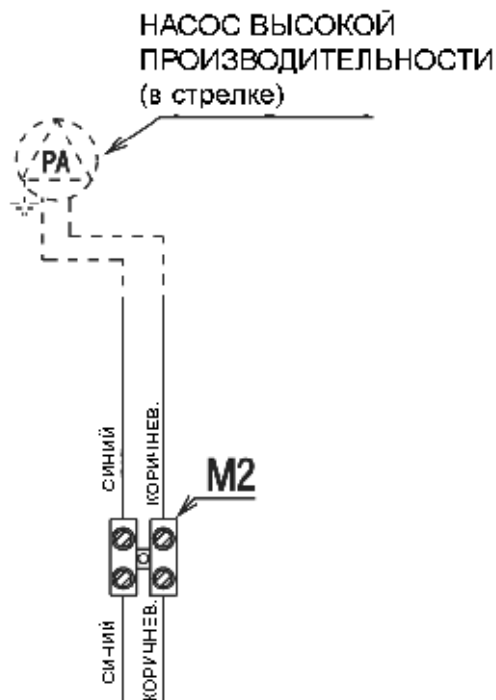

Рис. 1
- проденьте кабель управления насосом высокой производительности в один из кабельных сальников, которые находятся в верхней части гидравлической стрелки Connect AP (рисунок 1)
- присоедините два конца кабеля управления насосом высокой производительности напрямую к клеммной колодке насоса стрелки Connect AP (рисунок 1).